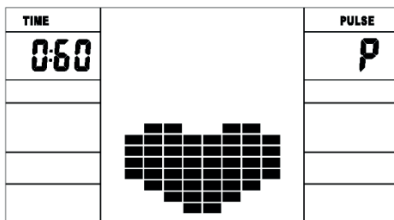

Bild 24
- B. Drücken Sie die RECOVERY-Taste, um den Erholungstest des Herzschlags zu starten, und der Computer wechselt in den Stopp-Modus (Bild 24).